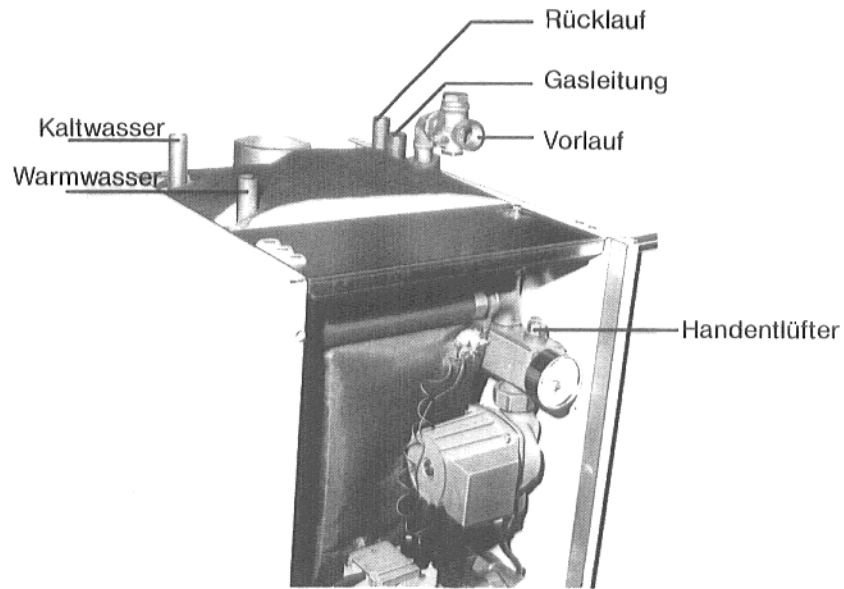

Abb. 11
- Die Rohrleitungen so verlegen, daß der Reinigungsdeckel der Strömungssicherung abgenommen und eine Kesselreinigung durchgeführt werden kann. (Siehe Abb. 11 u. 13.)
- Außerdem muß der Handentlüfter geöffnet werden (Abb. 11).